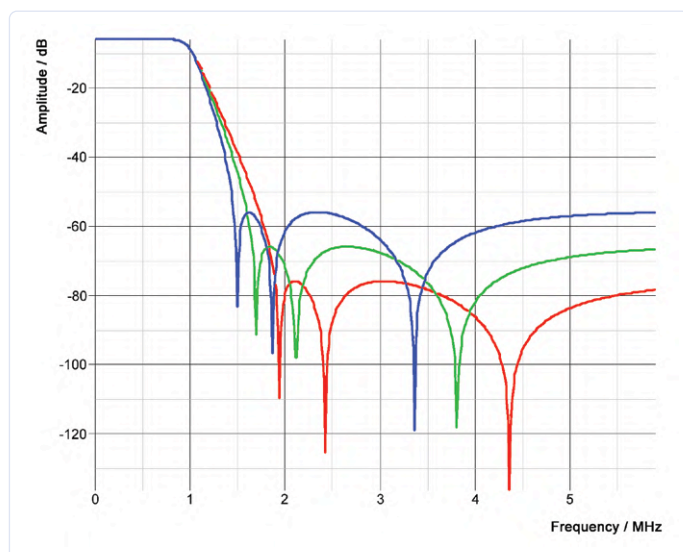
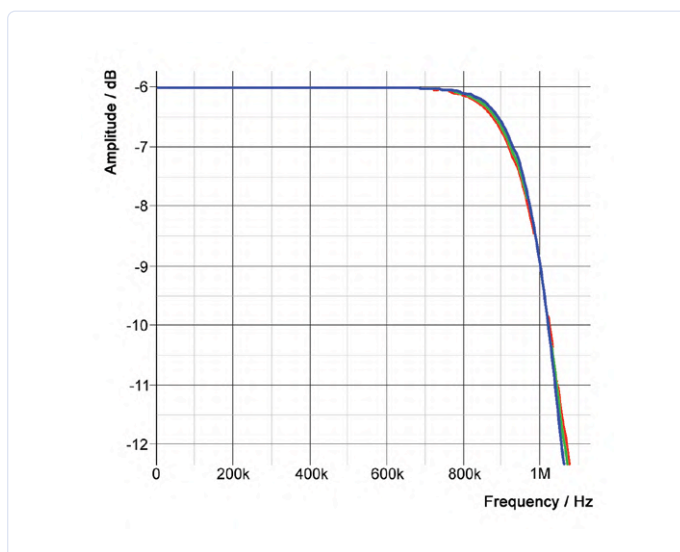

Figure 12. Réponses en fréquence des filtres de Tchebychev inversés avec 50, 60 et 70 dB.
Figure 13. Agrandissement de la figure 12 dans la bande passante avec atténuation minimale de 50 dB (bleu), 60 dB (vert) et 70 dB (rouge)
La dernière approximation du filtre est la caractéristique inverse de Tchebychev (IT). Elle ressemble à un Butterworth dans la bande passante et n'a donc pas d'ondulation, ce paramètre est donc omis. Dans la bande de coupure, cependant, la caractéristique IT correspond davantage à un filtre de Caueur avec des encoches et une atténuation minimale correspondante. Le circuit de base est identique à celui du filtre de Caueur (fig. 9), seul le dimensionnement est différent. La **fig. 12** montre la réponse en fréquence des filtres de Tchebychev inversés avec une atténuation minimale de 50, 60 et 70 dB. La **fig. 13** est la version agrandie de la fig. 12 dans la bande passante.